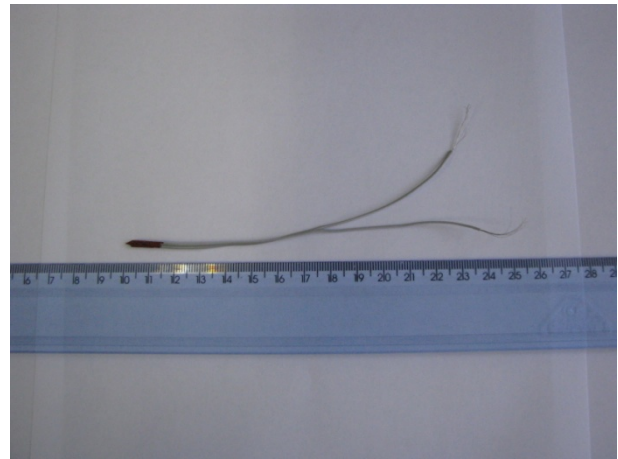

Figura 2. Sistema de ignição do tipo Quest e ignitor do tipo Bandeirante.
- Carga propulsora: é a carga principal de propelente que ao ser consumida gera a força de empuxo (E) do motor. Geralmente o propelente é pólvora negra e é um bloco maciço. Os motores são disparados eletricamente através de um sistema de ignição e um ignitor pirotécnico, mostrados na Figura 2.